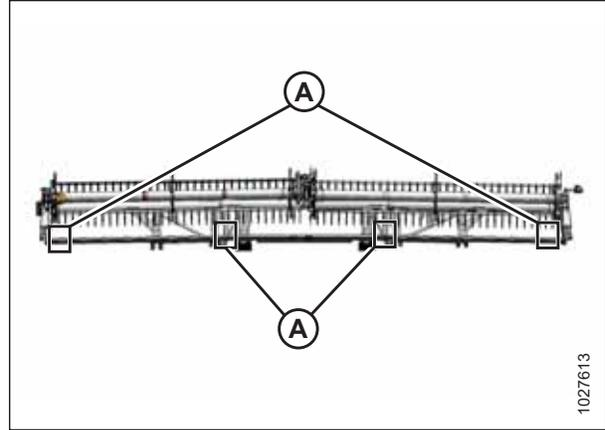

Abbildung 4.263: Messstellen an FlexDraper® Schneidwerk mit zweiteiliger Haspel
- Schneidwerke mit zweiteiliger Haspel: Abbildung 4.263, Seite 446